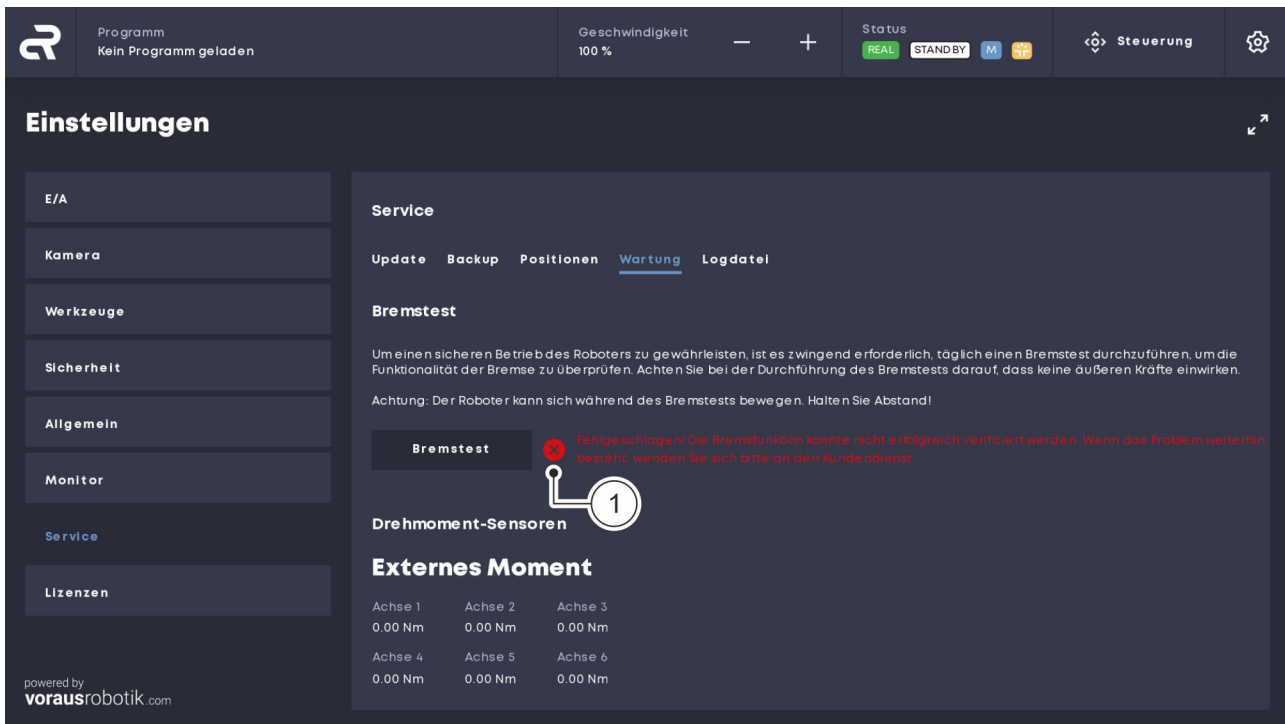

Abb. 52 Bremsentest fehlgeschlagen
05. Für den Fall, dass der Bremsentest fehlschlägt und der Text „Fehlgeschlagen“ angezeigt wird (Abb. 52/1): Bremsentest wie oben beschrieben wiederholen oder eine Kalibrierung der Drehmomentsensoren (☞ Seite 76) durchführen.